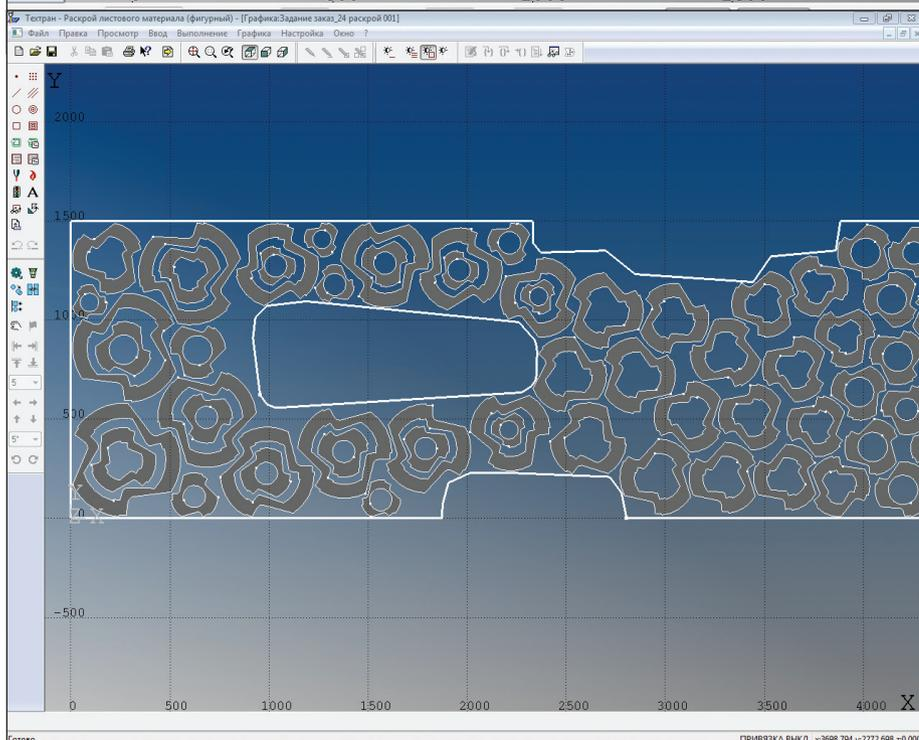

Рис. 2. Автоматическое размещение деталей на листе с дефектами
*Лист с дефектами.* Другая ситуация, где обрабатывается лист нестандартной формы, может возникнуть при наличии дефектов у цельного листа. Чтобы программа смогла принять во внимание особенности такого листа, при его сохранении в базе данных нужно отредактировать границы, исключив недоброкачественные зоны. Автоматическое размещение деталей производится с учетом не только формы внешней границы, но и ограничений во внутренней части листа (рис. 2).